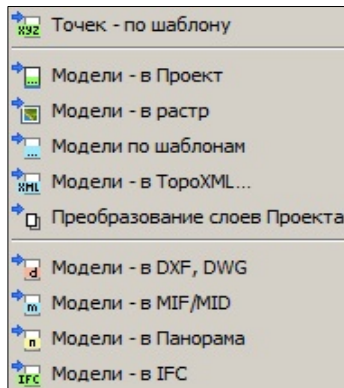

Рис. 15.3
Экспорт выполняется для всех данных активного проекта без дополнительных настроек при помощи команды **Экспорт/ Модели – в ТопоXML** меню **Данные** (рис. 15.3).
- В меню **Данные/ Экспорт** (рис. 15.3) выбираем соответствующую команду.
Экспорт выполняется командой **Экспорт/ Модели по шаблонам меню Данные** (рис. 15.3). В параметрах команды можно выбрать требуемый формат (список зависит от наличия шаблонов) и проекты для экспорта.